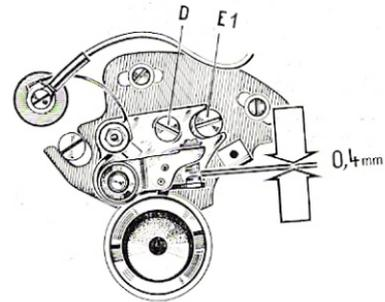

Bild 54
Vor der Zündeneinstellung ist der **Kontaktabstand**:  $0,4 \pm 0,05$  mm an allen drei Unterbrechern im oberen Totpunkt (OT) des jeweiligen Kolbens zu überprüfen (Bild 54).